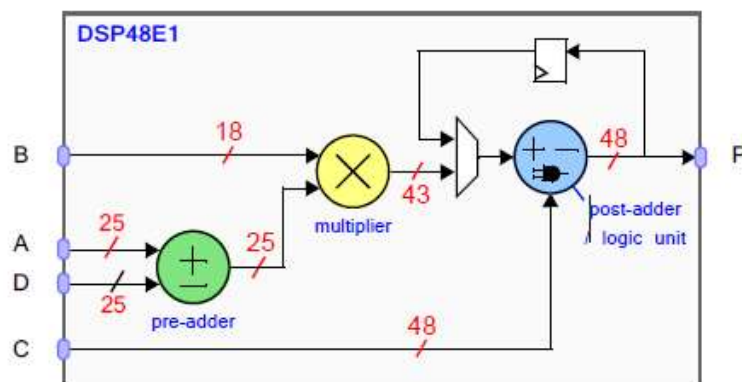

Figura 5: Procesador digital de señal (DSP48E1)
- **Procesador digital de señal (DSP48E1):** Los DSP48E1 son segmentos especializados para implementar aritmética de alta velocidad en señales con longitudes de palabra aritméticas de media a larga. Comprenden principalmente un sumador (o restador), un multiplicador y un sumador (o restador) lógico, como se muestra en la Figura 5. donde se marcan las longitudes máximas de palabras aritméticas.